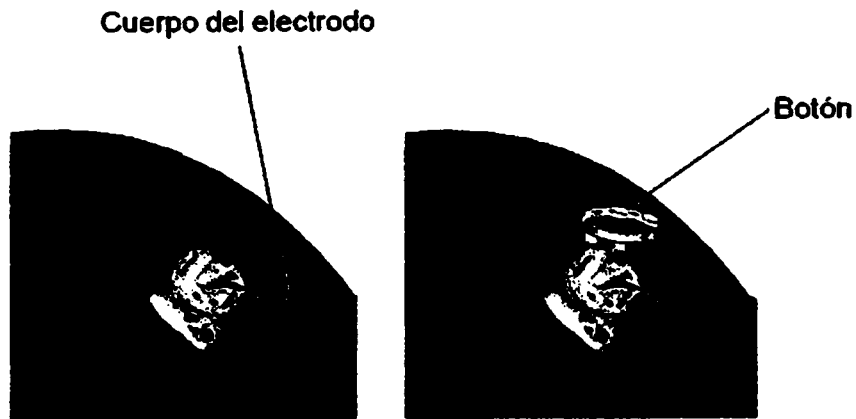

Figura 7. Dirija el electrodo fuera de la base y encaje el botón en la base.
10. Retire con suavidad el fiador del electrodo y dirija el electrodo fuera de la ranura de salida de la base (Figura 7).